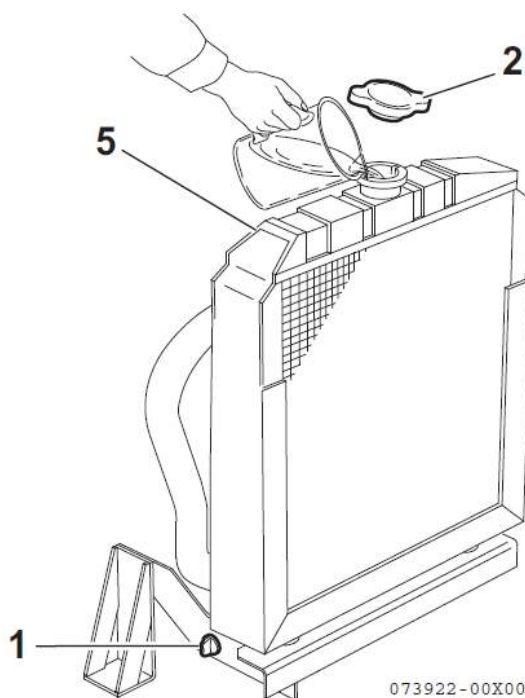
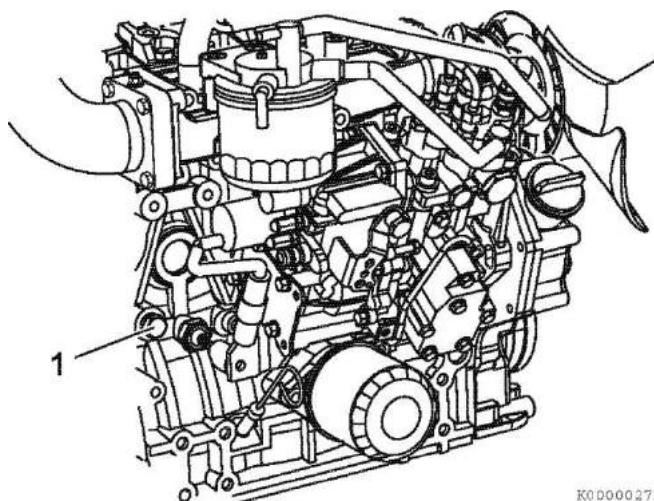
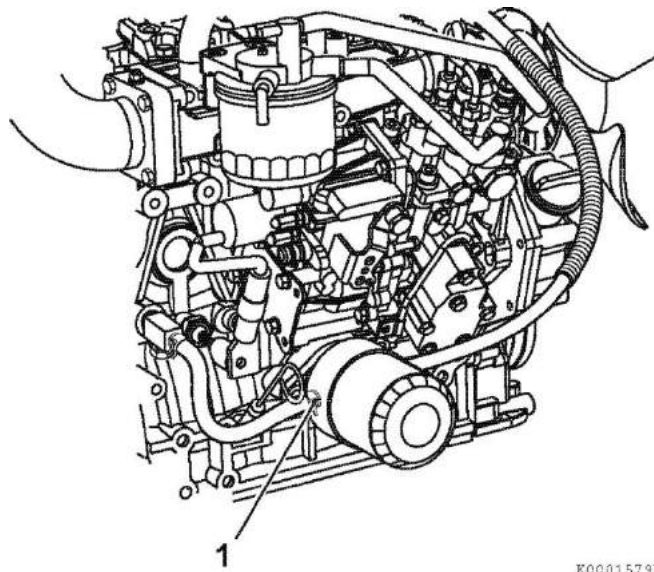

Рисунок 28
Рисунок 29
Рисунок 30
1. Убедитесь, что сливная пробка радиатора стоит на месте и закручена, и сливной кран (рисунок 28, (1)) закрыт. Также удостоверьтесь, что сливная пробка охлаждающей жидкости (рисунок 29, (1)) в блоке цилиндров стоит на месте и закручена, и шланги охлаждающей жидкости (рисунок 30, (1)) установлены и подсоединены к масляному радиатору.
2. Снимите крышку радиатора (Рисунок 28 (2)), повернув её против часовой стрелки на 1/3 оборота.
4. Установите крышку радиатора на место (рисунок 28, (2)). Выровняйте выступы на задней стороне крышки радиатора с прорезями на заливной горловине радиатора. Нажмите вниз и поверните крышку по часовой стрелке на 1/3 оборота.